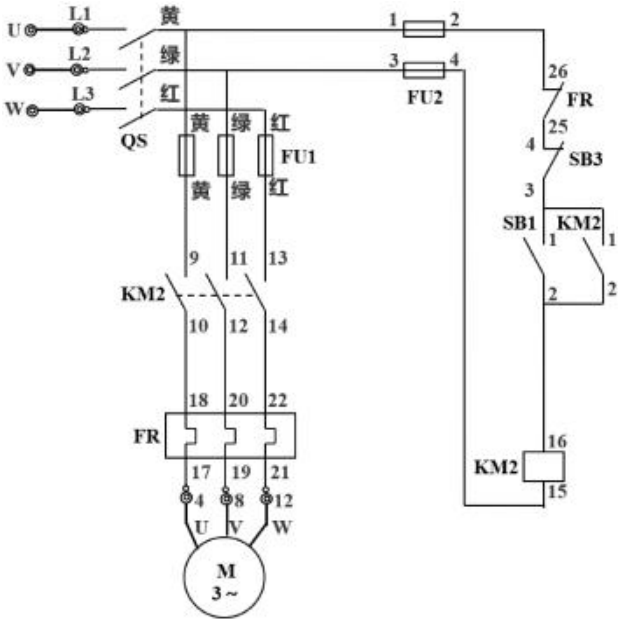

图 3 交流电动机连续运转控制线路实验电路
1. 先用万用表电阻挡检测塑料铜芯软导线是否畅通,然后按图 3 所示的交流电动机连续运转控制线路图进行线路连接。